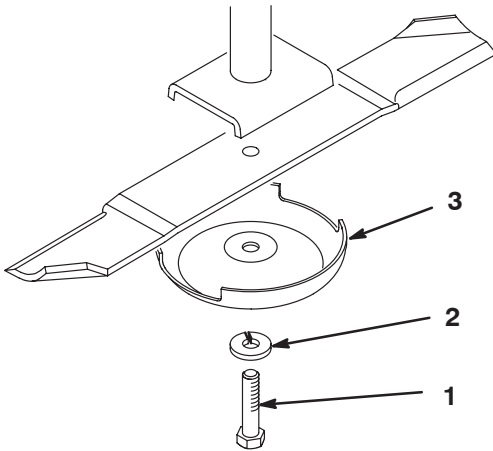

Figure 26
2. Tenez la lame à son extrémité avec un chiffon ou un gant épais. Enlevez le boulon de lame, la rondelle-frein, la coupelle anti-scalp et la lame de l'axe (Fig. 26).